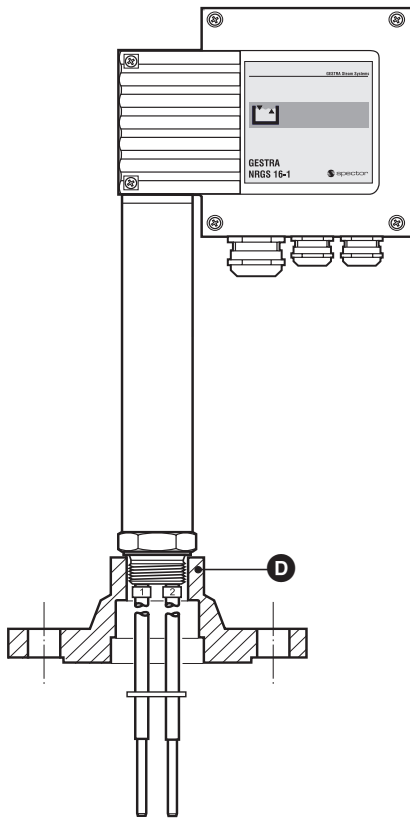

Fig. 4
- 10. Colocar la tapa de brida **D** con el electrodo de nivel en la tubuladura de empalme y fijarla con los tornillos. Apretar los tornillos uniformemente y en cruz. **Fig. 4**